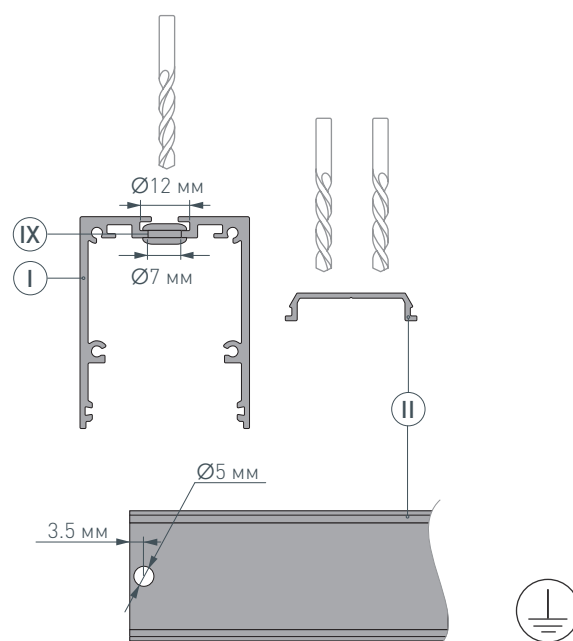

Рис. 1. Подготовка отверстия для вывода кабеля на основании для светодиодной ленты ②. Вид сверху
- 1 / Просверлите два отверстия $\varnothing 12$ мм и $\varnothing 7$ мм в профиле ① для вывода сетевого кабеля, а также для установки клемм заземления профиля и блока питания. Затем просверлите отверстие $\varnothing 5$ мм в основании для ленты ② для вывода кабеля питания светодиодной ленты, как показано на рис. 1. **Установите клеммы заземления профиля и блока питания.** Установите в профиле ①, в отверстии для сетевого кабеля силиконовую муфту ⑨.